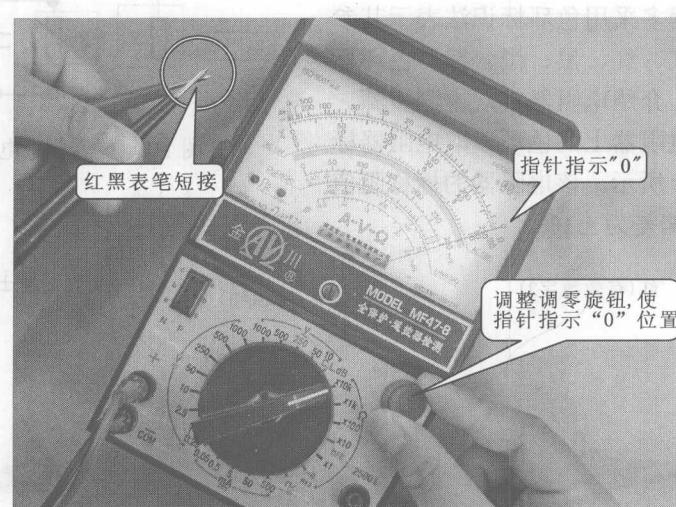

图 1-4 表针调零校正方法
(3) 若采用模拟万用表检测，还需要执行表针调零校正这一关键步骤，方法如图 1-4 所示。